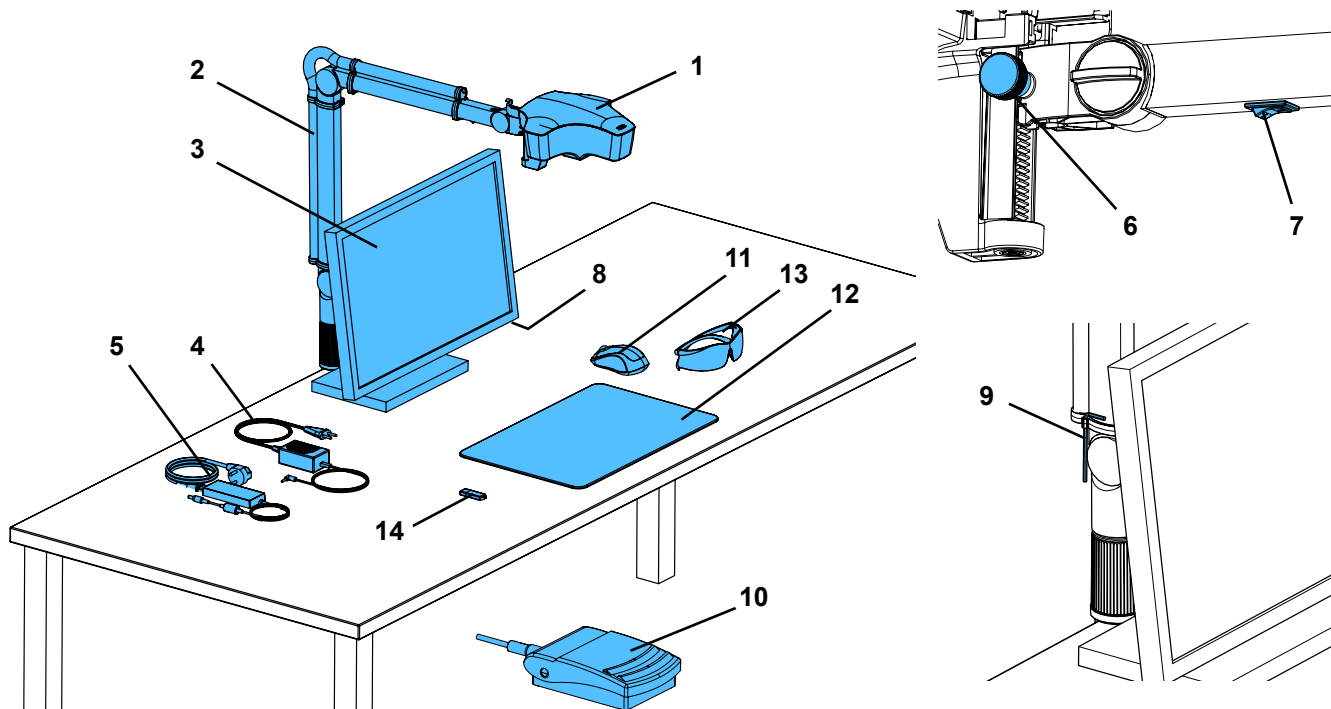

Fig. 1
- ⇒ Coloque a base (12, Fig. 1) sobre a mesa de trabalho.
⇒ Coloque o mouse (11, Fig. 1) perto da base de mesa.
⇒ Coloque o pedal (10, Fig. 1) debaixo da mesa.
- Parafuso de fixação na cabeça (31).
- Parafuso de aperto no meio (32).
- Parafuso de aperto junto à base (33).
- Parafuso de aperto (34) com a ferramenta fornecida (9, Fig. 1).
- Parafuso de aperto (35) com a ferramenta fornecida (9, Fig. 1).